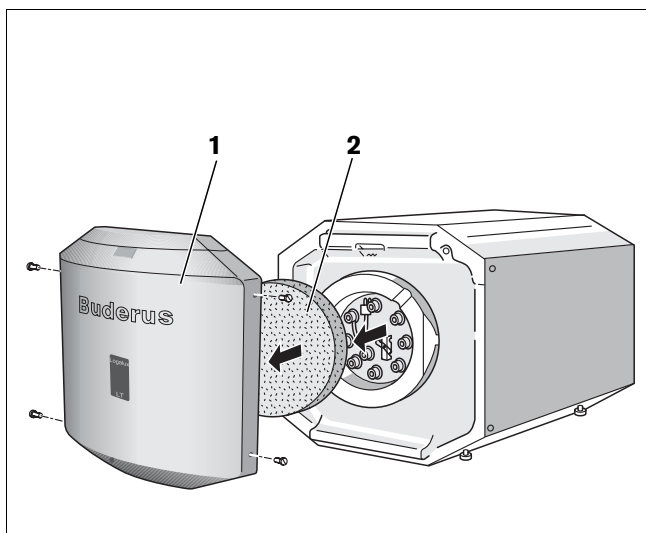

Fig. 8 Retirer le panneau avant et l'isolation thermique
Montez la sonde de température pour la mesure et le contrôle de la température d'eau chaude sanitaire sur le préparateur. Dans ce cas, la paroi avant du préparateur doit être démontée (fig. 8).
- Desserrer les 4 vis latérales sur la paroi avant, retirer la paroi avant et l'isolation thermique (fig. 8, page 12).